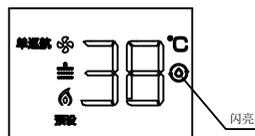

图40
1. 单巡航模式：首先设置好预热巡航的保温温度（参考预热巡航保温温度设置）。设置完成后，用户只要按“”键一次，则“”图标闪亮（如图40），系统便会根据用户当前设定的保温温度与循环管内水温变化情况适时启动水泵并点火加热，当循环管内水温达到保温温度时，热水器停止加热，保温预热结束，单巡航指示灯由高亮变为不亮。